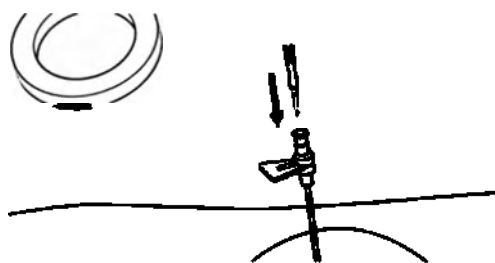

Рис. 10.
- Затем присоедините интродьюсер к пункционной канюле с предохранительным (воздушным) клапаном и сразу же проведите двойную нить в желудок (Рис. 10).